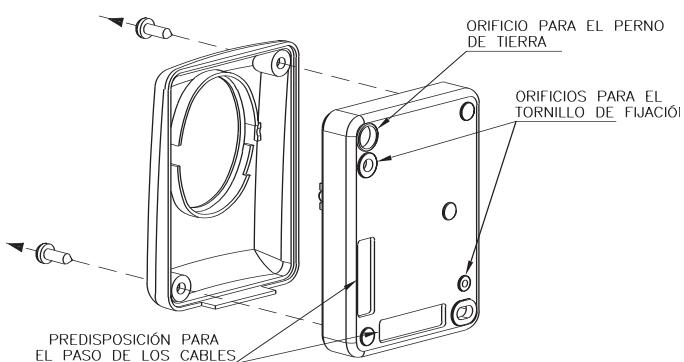

fig. 2
- sacar la tapa de la botonera quitando los 2 tornillos de fijación y abrir los alojamientos pre dispuestos para el paso de los cables (fig.2).